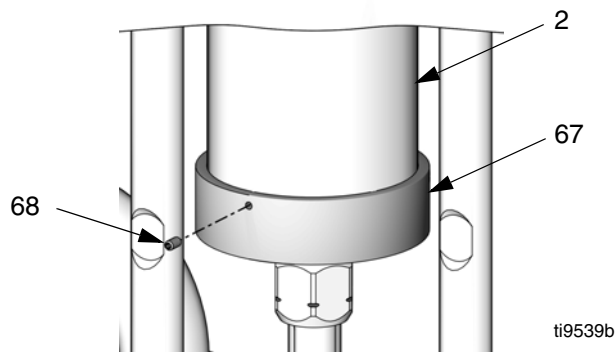

FIG. 8: Installare il collettore
4. Far girare a impulsi il motore per muovere il pistone a cursore (9) fino al fondo della corsa, lasciando che si ricollegi al dado di accoppiamento (14).
5. Accertarsi che i collari (13) siano in posizione sul dado di accoppiamento (14).
6. Inserire la chiave da 3/4" sulle facce di presa del pistone a cursore (9) per mantenerlo fisso quando si sta serrando il dado di accoppiamento (14). Orientare la chiave affinché sia serrata contro uno dei tiranti (3) o il supporto della pompa. Stringere il dado di accoppiamento (14) sul pistone a cursore (9) e serrare a 102-108 N•m (75-80 piedi-libbre).
7. Vedere FIG. 8. Spingere il collettore (67) nel fondo del cilindro a cursore (2) affinché si posizioni in modo saldo. Installare e fissare manualmente le tre viti di regolazione (68).